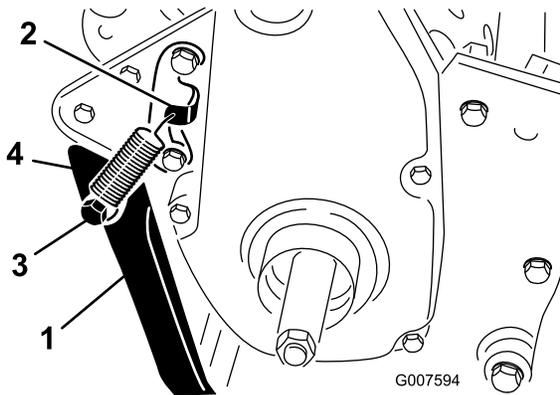

Figura 6
2. Prenda a mola no furo do suporte da mola e na fixação da mola alinhando a cavilha da mola com os furos de montagem na parte traseira do chassis (Figura 6).
3. Monte o apoio em cada lado do chassi com um parafuso, anilha de bloqueio, cunha, anilha de cabeça chata e porca de bloqueio (Figura 6). Posicione a cunha no furo de montagem do apoio.